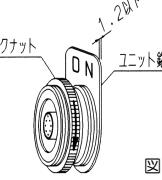

図2
② ロックナットを外してユニット銘板を取り付けた後、元どおりにロックナットでユニット銘板を締め付けます。（図 2）
③ ランプカバーを 5 回転以上で、かつ防水パッキンに当たるまでねじ込んでください。